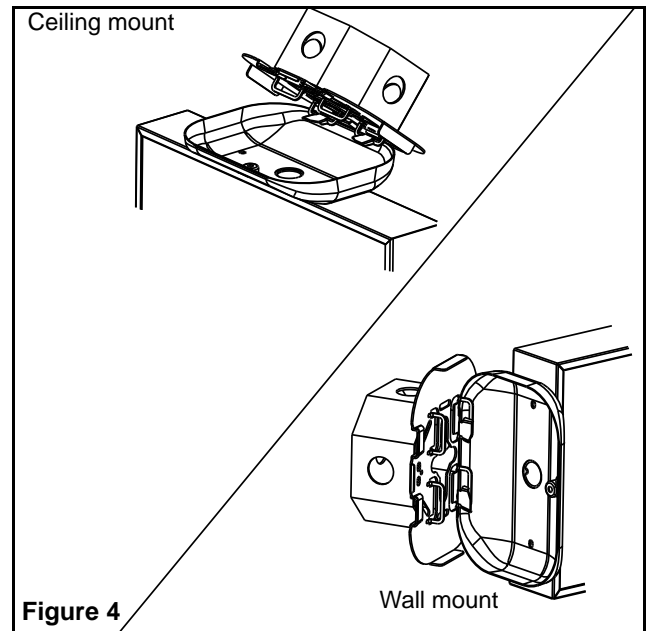

Figure 4
- Le pavillon d'installation rapide est muni de nervures qui permettent de suspendre l'unité au plaque de fixation afin de faciliter le câblage (voir Figure 4).
- h. The “Quick-install” canopy is equipped with ribs allowing you to hang the unit to the spider plate to facilitate wiring (See Figure 4).